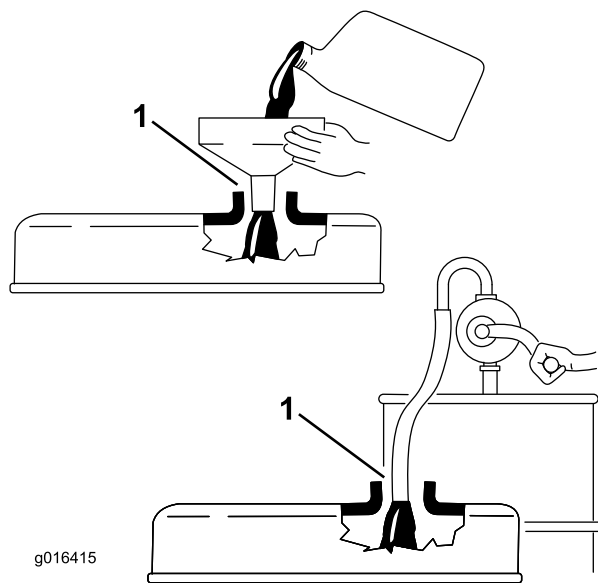

図 21
**重要** エンジンオイルを補給するときには、ディップスティックを抜いておいてください。エンジンオイルを入れる時や追加する時は、必ずオイル補給用の機器とオイル補給口との間に、図 21 に示すようなすき間を設けてください。これは補給の